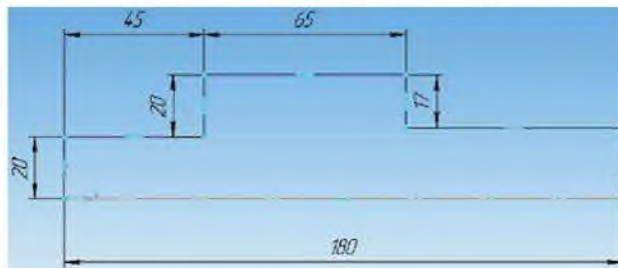

Рисунок 7.10 Эскиз для операции *Вращения*
2. В плоскости XY построить эскиз (рисунок 7.10).